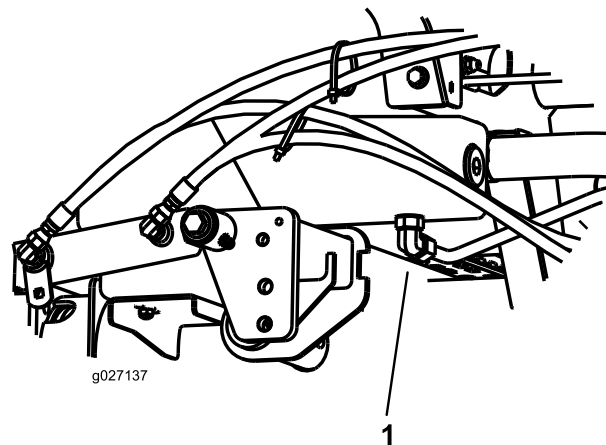

図 75
2. タンク(図 75)の下についているフィッティングの下に、オイルを受ける大型の容器を置く。